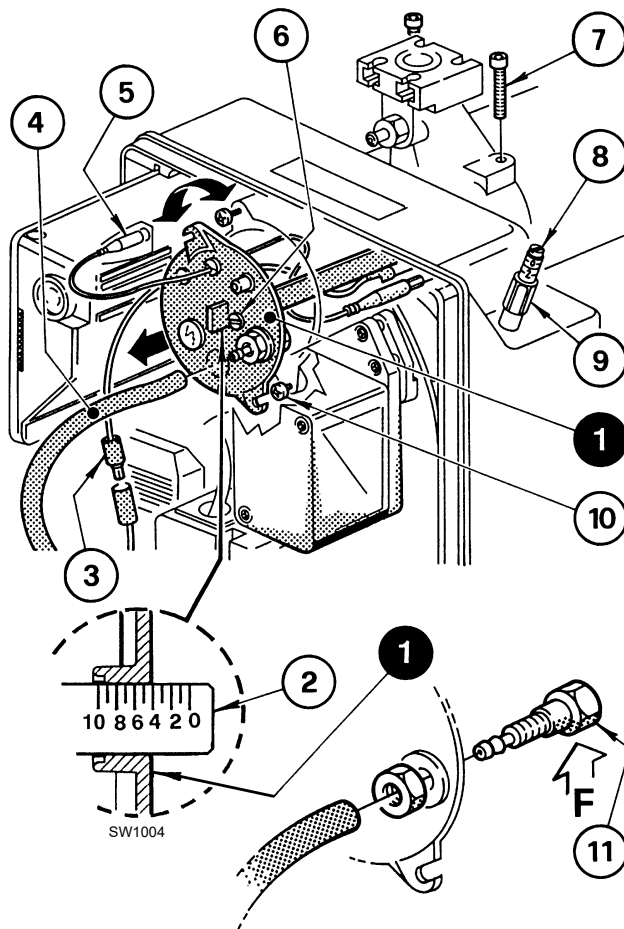

Fig. 11
Pour cela, tourner la vis de réglage 6) (Fig. 11) dans le sens des aiguilles d'une montre ou inverse, jusqu'à ce que l'encoche gravée sur la bride de régulation 2) coïncide avec le plan externe du groupe tête 1).
Sur la Fig. 11, la bride de régulation de la tête est tarée sur l'encoche 4.
Pour extraire le groupe tête, (Fig. 11) il faut :
Pour la repose procéder inversement à la dépose, en replaçant le groupe tête 1)(Fig. 11) sur sa position initiale.
Visser les vis 7)(Fig. 11) à fond sans les serrer. Les serrer au couple de 3 - 4 Nm.
Si la prise de pression 11)(Fig. 11) est accidentellement desserrée, il est recommandé de la resserrer en veillant à ce que le trou (F) (Fig. 11) situé dans la partie interne du groupe tête 1)(Fig. 11) soit orienté vers le bas.